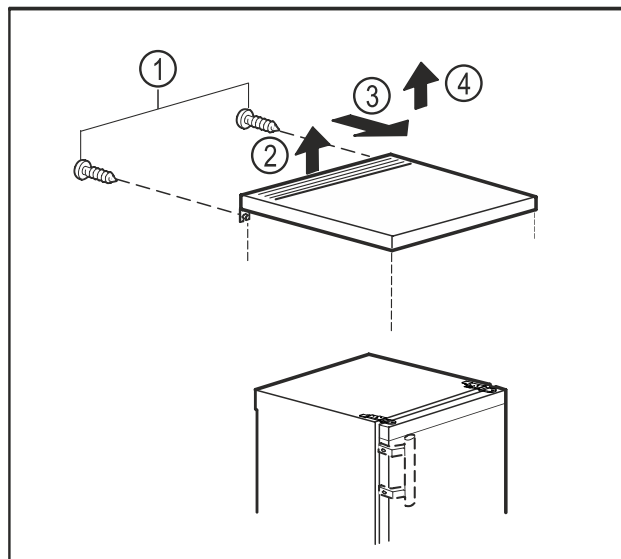

Fig. 6
- ▶ Retirar los tornillos de la parte posterior. Fig. 6 (1)
- ▶ Levantar el tablero en la parte trasera. Fig. 6 (2)
- ▶ Empujar el tablero hacia delante. Fig. 6 (3)
- ▶ Retirar el tablero hacia arriba. Fig. 6 (4)